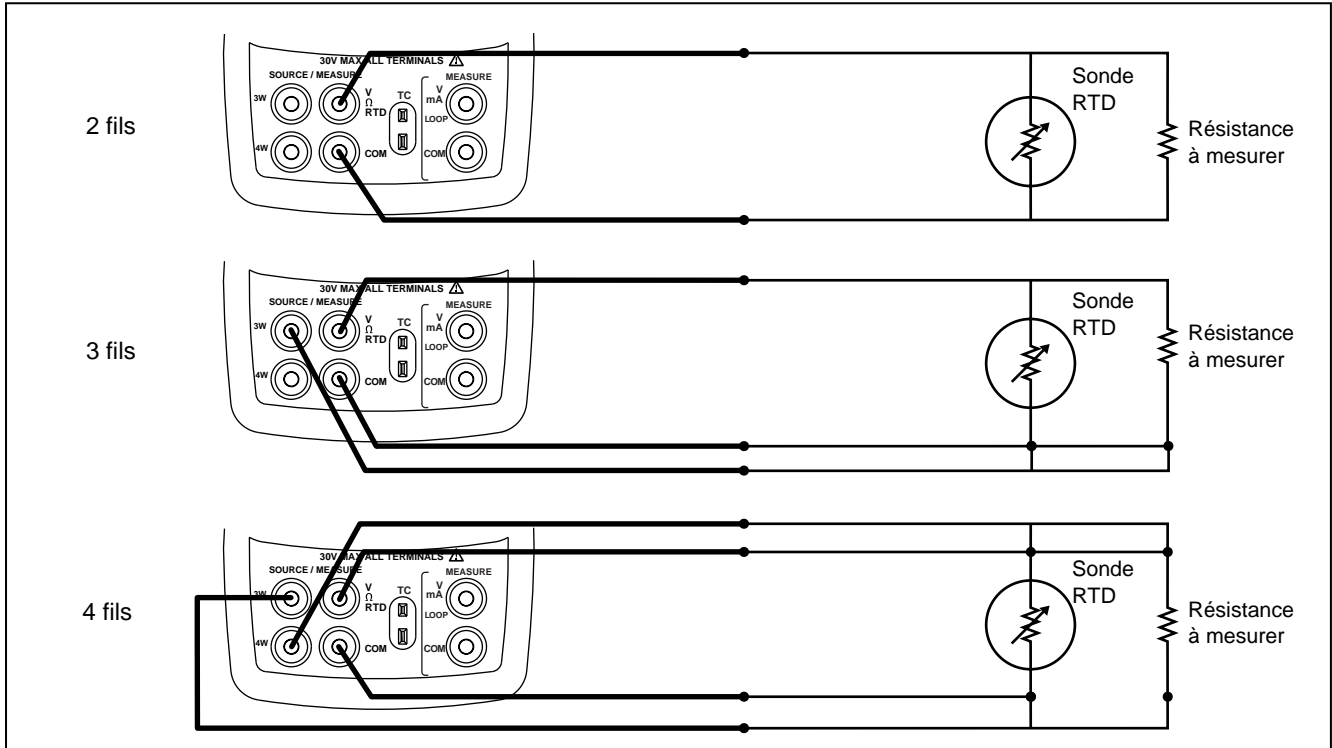

Figure 11. Mesure de température avec une sonde RTD, mesure d'une résistance à 2, 3, et 4 fils
4. Branchez la sonde RTD sur les bornes d'entrée conformément à la figure 11.